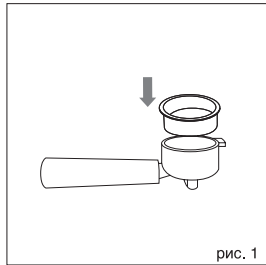
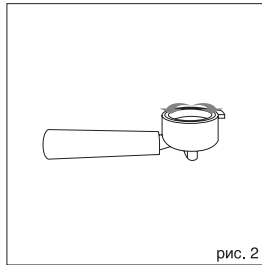

рис. 1
рис. 2
- Убедитесь, что вилка сетевого шнура не вставлена в электрическую розетку, а выключатель питания (7) находится в положении «0».
- Снимите резервуар для воды (12) с корпуса, откройте крышку (13). Резервуар заполните водой до отметки «MAX». Закройте резервуар крышкой и установите его на место.
- Снимите резервуар для молока (8). Снимите крышку (11) и заполните резервуар водой. Резервуар закройте крышкой (11) и установите его на место.
- Установите фильтр (17 или 18) в держатель (14). Для этого совместите выступ на фильтре с пазом на держателе фильтра (рис. 1), затем поверните фильтр для его фиксации (рис. 2). Не насыпайте молотый кофе в фильтр.